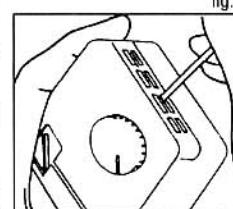

fig. 2
2. Entfernen Sie die Vorderfront mit einem Schraubenzieher oder einem anderen spitzen Gegenstand (Siehe Bild 2)